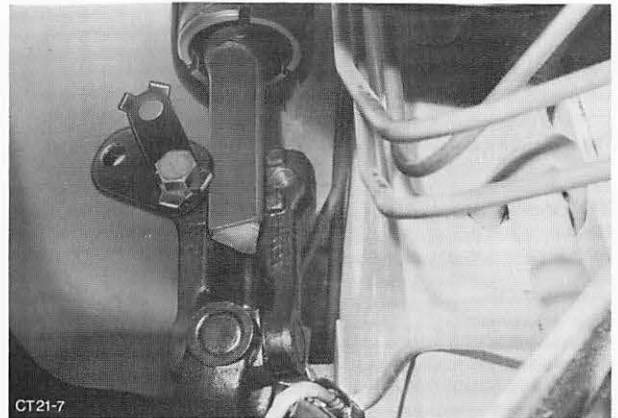

Abb. 16 Verbindungsgelenk-Lenkspindel abbauen
3. Sicherungsblech von Verbindungsgelenk-Lenkspindel aufbiegen, Schrauben lösen, eine Schraube entfernen und Lasche zur Seite schwenken, Abb. 16.